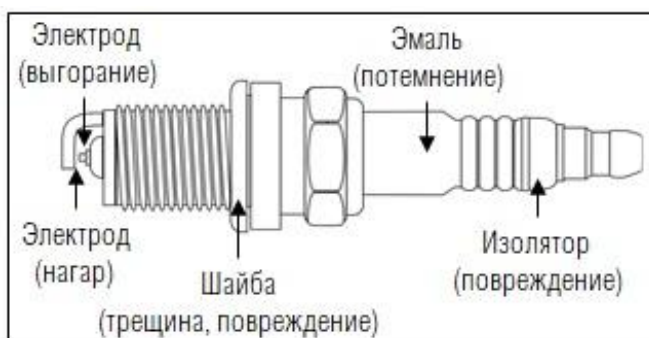

Рисунок VIII-2
- 3) Проверьте визуально состояние свечей зажигания (Рисунок VIII-2). При необходимости замените свечи зажигания.